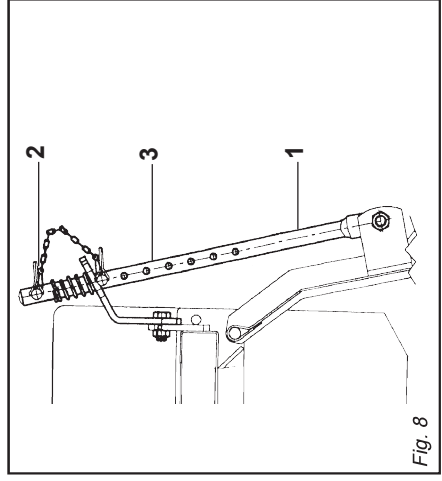

Fig. 8
- 6 - Il martinetto a molla (1 Fig. 8) oltre a sostenere la lamiera livellatrice ed ammortizzarla nel trasporto su strada, serve a evitare il ribaltamento della zappatrice durante il parcheggio.
A seconda della posizione, determinata dalla copiglia (2 Fig. 8) sui vari fori posti nel tubo del martinetto (3 Fig. 8) si riesce ad aumentare o diminuire l'effetto della lamiera livellante sul terreno.
- 6 - Die Federwinde (1 Abb. 8) trägt nicht nur das Planierschild und dient beim Straßentransport zur Dämpfung von Stößen, sondern sie soll auch verhindern, daß die Hackfräse während des Parkens umkippt. Je nach der Position, die durch den Splint (2 Abb. 8) in den verschiedenen Löchern des Windenrohrs (3 Abb. 8) festgelegt wird, kann die Wirkung des Planierschildes auf den Boden erhöht oder verringert werden.
- 6 - Le vérin à ressort (1 Fig. 8) sert de soutien à la tête de nivellement et de suspension pendant le transport sur route, pour éviter le basculement du cultivateur lors du stationnement.
L'effet de la tête de nivellement sur le terrain peut être augmenté ou diminué en changeant la position de la goupille (2 Fig. 8) dans les différents trous du tube du vérin (3 Fig. 8).
6 - El gato de resorte (1 Fig. 8), además de sostener la chapa de nivelación y protegerla durante el transporte en carretera, sirve para evitar el vuelco de la binadora durante el estacionamiento. De acuerdo a la posición, determinada por el pasador (2 Fig. 8) en los diversos orificios del tubo del gato (3 Fig. 8) se logra aumentar o disminuir el efecto de la chapa de nivelación sobre el terreno.